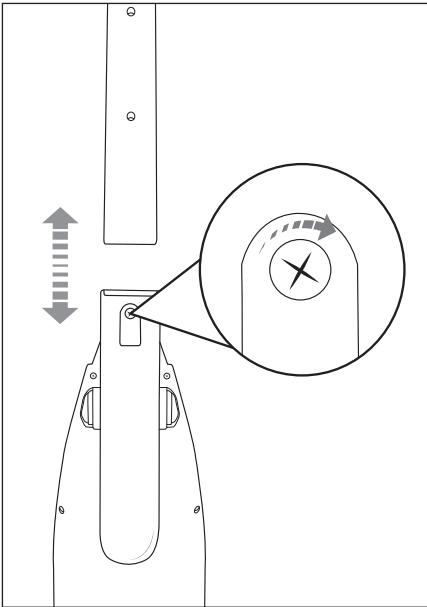

Afb. 1
- 1) Gebruik de opening in de apparaathouder **20** voor het aftekenen van het boorgat op de wand (afb. 1).
- 4) Plaats de schroef in de opening in de apparaathouder **20** (afb. 1) en schroef deze met een kruiskopschroevendraaier in de plug.
- 3) Steek de schroef **12** weer in de schroefopening achter op de steel **11**. Draai de schroef **12** met een kruiskopschroevendraaier rechtsom vast (afb. 1).